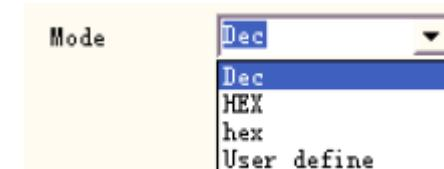

Рис. 4-36 Режим последовательного номера
**Mode:** Режим текущего используемого последовательно номера. См. Рис. 4-36